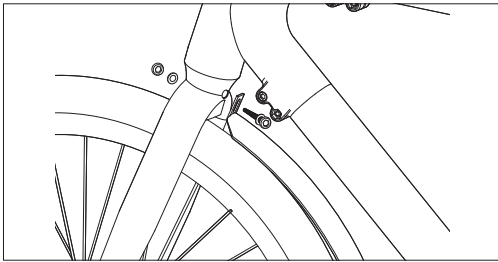

Figura 5-1
- După alinierea aripii cu gaura pentru șurub, strângeți din nou șuruburile de montare pentru a o fixa pe furca frontală, așa cum este arătat în [Figura 5-1].